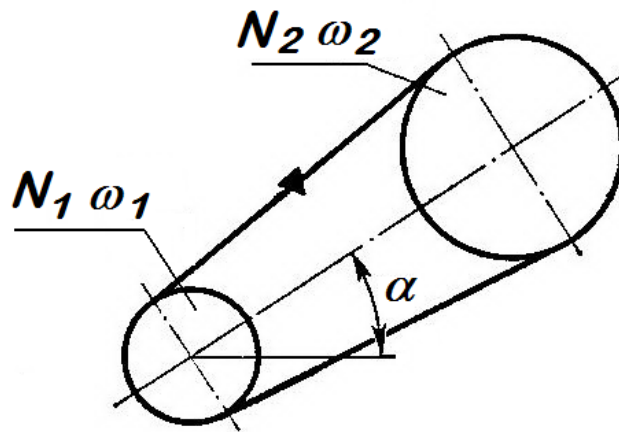

Рис.18
2. Рассчитать клиноременную передачу (рис. 18). Передаваемая ведущим шкивом мощность  $N_1$ , угловая скорость его  $\omega_1$  и угловая скорость ведомого шкива  $\omega_2$  и угол наклона передачи  $\alpha$  приведены в табл. 17. Режимом работы передачи задаться.